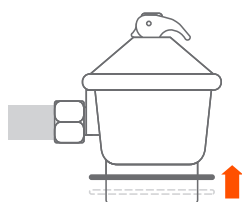

Fig. 2
- 3 Sujutando el regulador en sus manos, apriete el anillo plástico (de color negro) contra el cuerpo de éste. (Fig. 2)